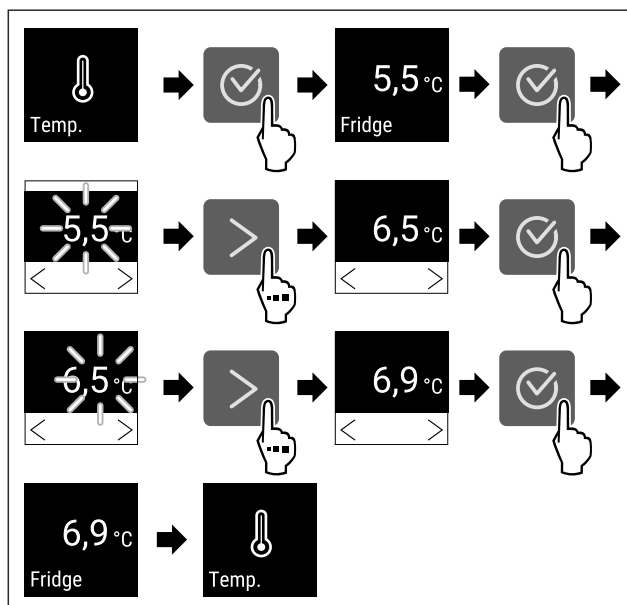

Fig. 69 Hőmérsékletváltozás 5,5 °C-ról 6,9 °C-ra
- ▶ Végezze el a gyakorlati lépéseket (lásd Fig. 69).